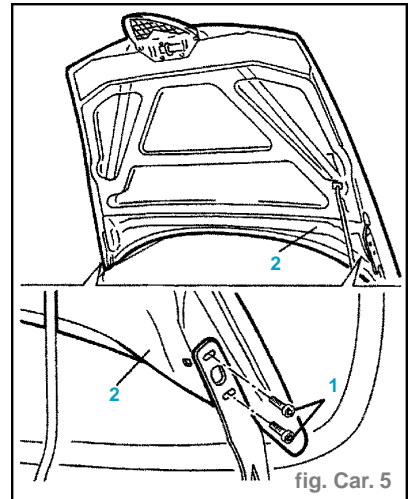

fig. Car. 5
- Soulever le capot moteur et le soutenir par l'aide d'un deuxième opérateur, donc dévisser les vis des charnières (1) (fig. Car. 5).
- Enlever le capot moteur (2).